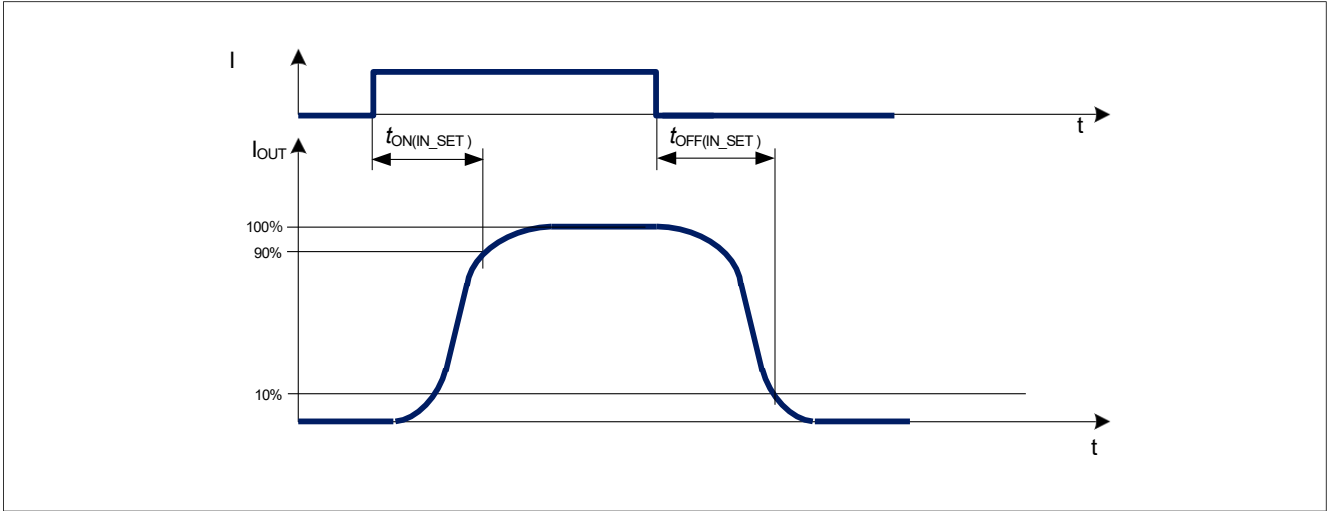
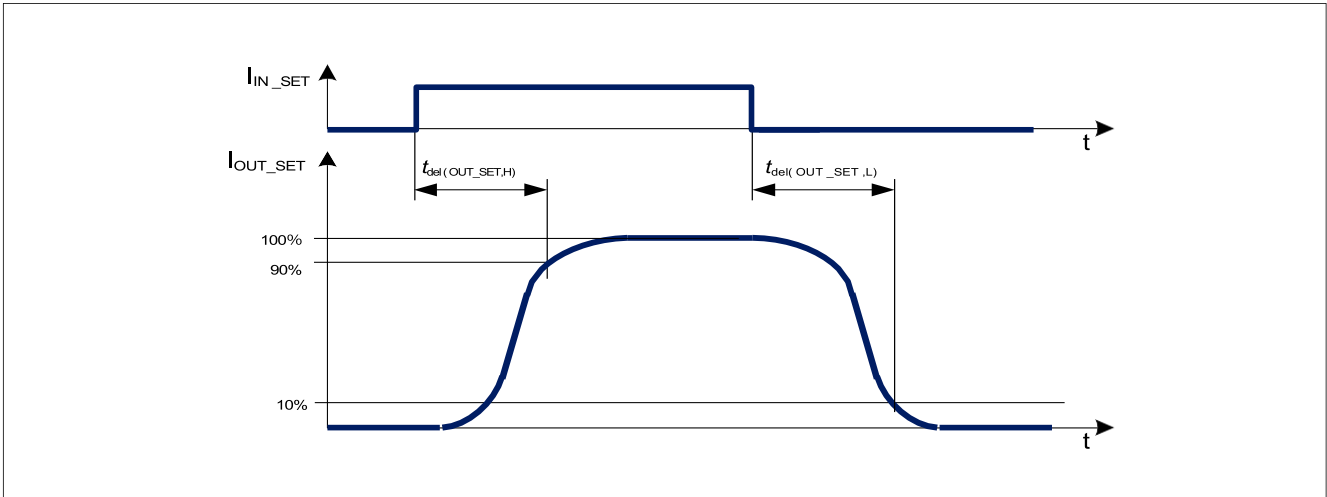
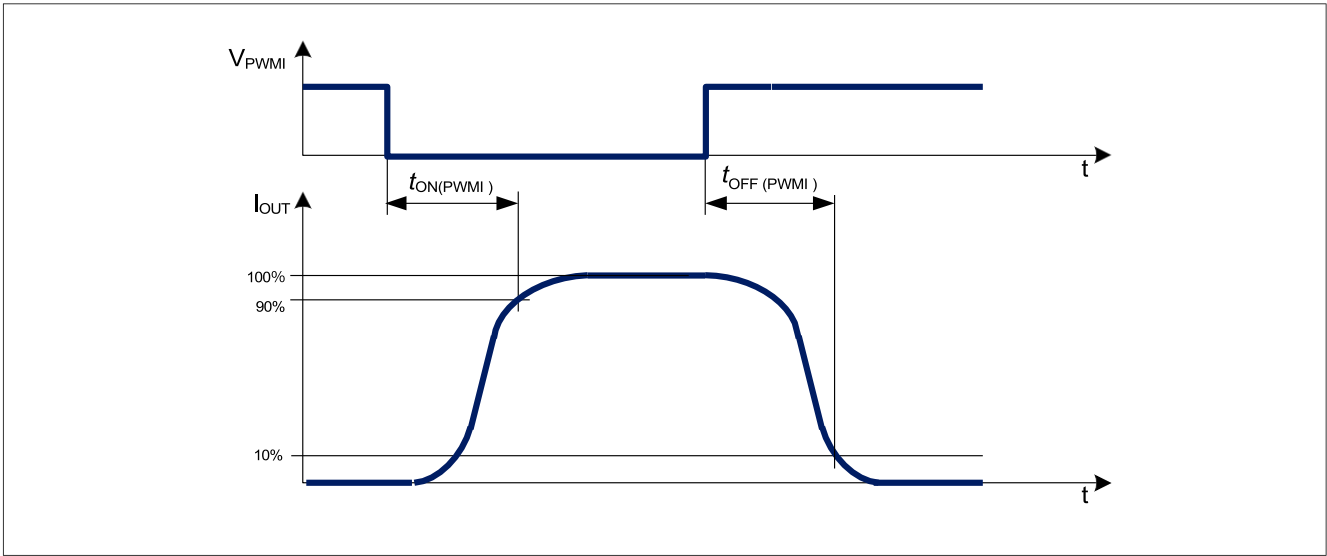

图12 IN_SET开启和关闭延迟时序图
图13 IN_SET至OUT_SET激活和停用延迟时序图
图14 PWMI开启与关闭时序图
下图（图 12、图 13、图14）显示了不同驱动输入对输出激活延迟的影响。
2) 参考图 12
3) 参考图 13
4) 参考图 14